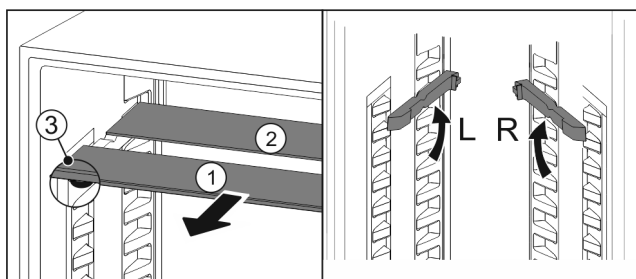

Fig. 105
- ▶ Steklene plošče posamično izvlecite Fig. 105 (1) naprej.
- ▷ Steklена plošča Fig. 105 (1) z okrasno letvijo je spredaj.
- ▷ Zaustavljalniki Fig. 105 (3) so obrnjeni navzdol.